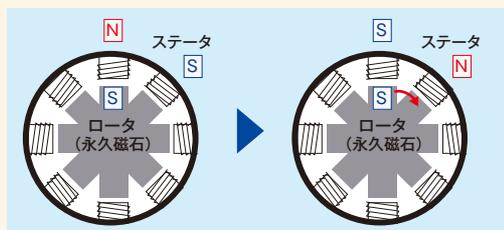

図2 ステッピングモータの回転原理
- ① 高価な空気源が不要です。コンプレッサ、脱湿機、減圧弁フィルタ、空気配管など、すべての空気源設備が不要です。
- ② 大幅な省電力になります。コンプレッサは強力なモータで動かすので、消費電力の問題がつきまといまます。電動調節弁はバランスしている状態ではほとんど電力を消費しません。
- ③ 空気配管が不要なので、空気の漏洩問題もありません。
- ④ 電動調節弁は、はるか遠方にある調節計からの出力信号でも応答遅れがありません。
- ⑤ ステップトップは空気式よりも小形で場所を取りません。
- ⑥ 電動調節弁はポジション機能を内蔵しているため、メンテナンスフリーといってもよいほど手が掛かりません。
- モータに図2のような永久磁石を用います。制御回路からコイルにパルス電流を流すと、歯車のような形をした永久磁石が1歯分だけ動きます。この永久磁石は「ネオジム磁石」を使った強力なもので、抽出力にパワーがあ